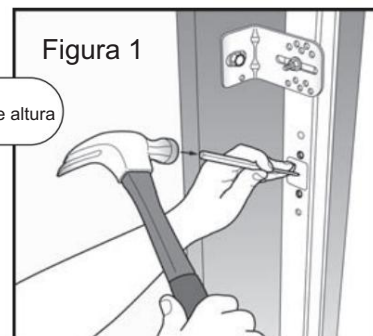

Figura 2
Tornillos TEK (Figura 2). Es posible que necesite perforar previamente orificios piloto de 3/32" si los orificios de la sección no están alineados con esta ubicación.
Paso 2: Marque su primera pieza de sello perimetral para corte (Figura 2).
Paso 6: Mida la vertical (lado izquierdo) de su jamba (Figura 1). Marque su segunda pieza de sello perimetral para cortarla (Figura 2).